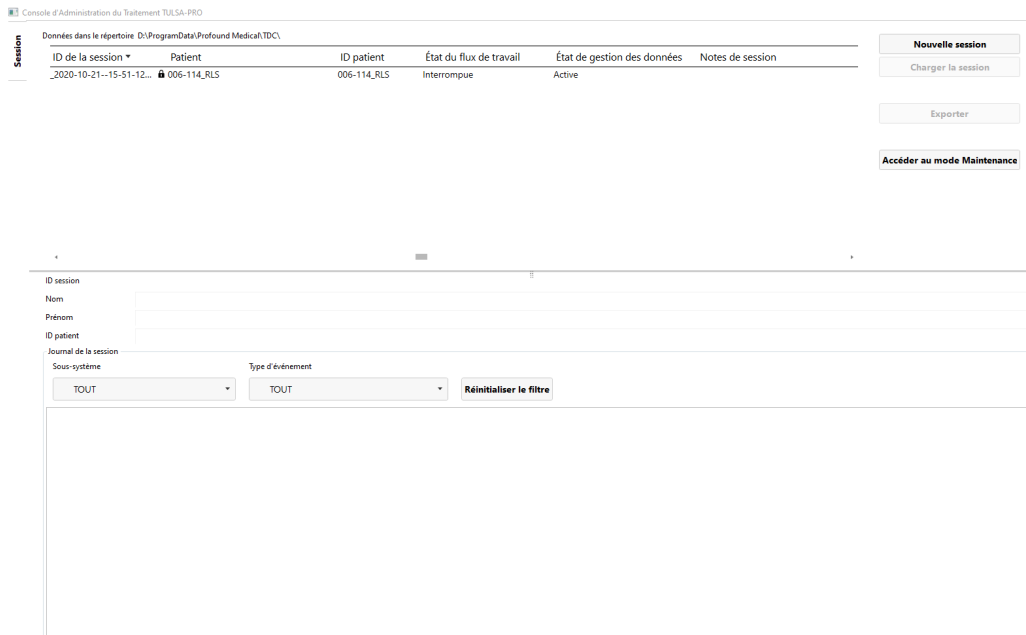

Figure 7 : Espace de travail Gestion des données de session du menu principal de la TDC
1. Lancer le logiciel TDC depuis le bureau. L'espace de travail *Gestion des données de session* s'ouvre. Cliquer sur **Nouvelle session** (Figure 7).